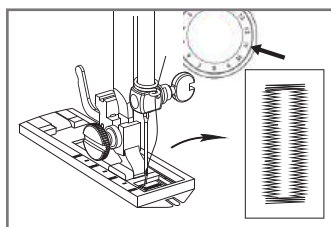

Рис.31
7.15.11 Прошейте вторую сторону петли, завершив шов. (Рис.31)